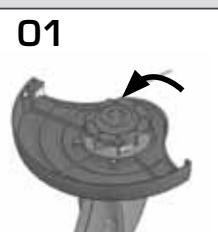

Fig. 11
Mantenha o porta carretel fixo, segure o fio de nylon e puxe-o para cima. Faça o fio deslizar para a esquerda até um comprimento aproximado de 8cm (1) [Fig. 11].